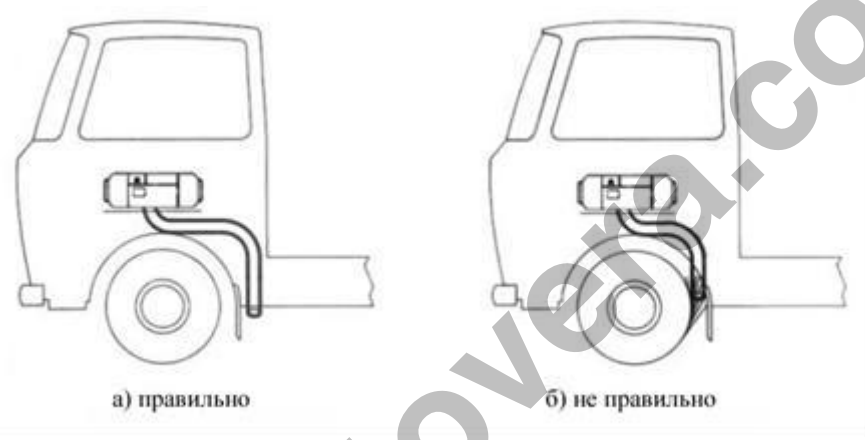

Рис.24
4.6.5 Расположение труб должно защищать открытые концы от попадания жидкой глины, дождя, снега и прочей грязи (Рис.24).